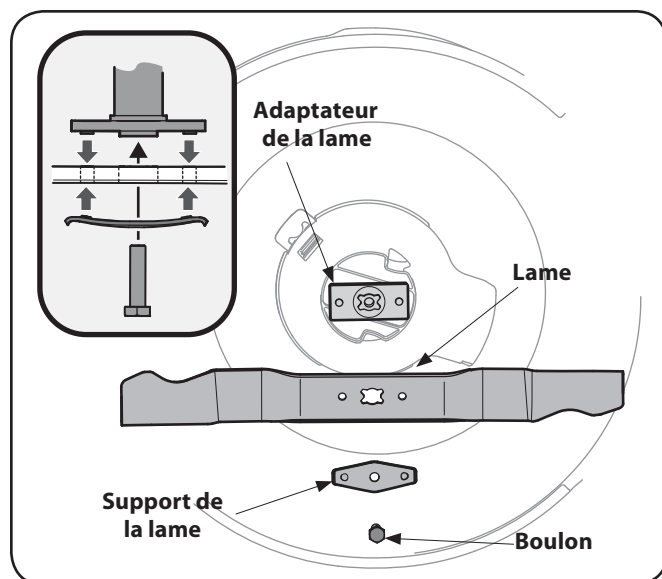

Figure 7-1
2. Enlevez le boulon et le support de la lame qui maintiennent la lame et l'adaptateur sur le vilebrequin. Voir la Fig. 7-1.
3. Dégagez la lame et l'adaptateur du vilebrequin. Voir la Fig. 7-1.